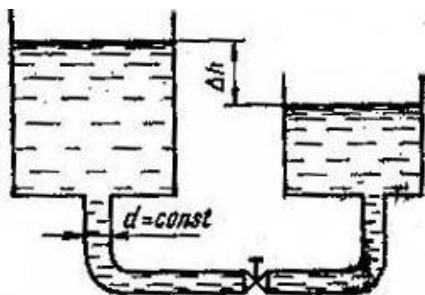

Рис. 11
20. Вода из одного бассейна в другой подается по новой стальной трубе диаметром 50 мм длиной 120 м с расходом 12 л/с. На трубе имеются местные сопротивления два колена с углом поворота  $90^\circ$  и полностью открытая задвижка. Определить разность уровней воды в резервуарах. (рис. 11)